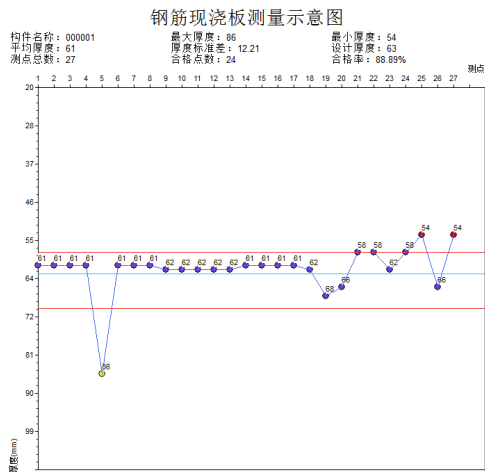

图4.12
(1) 普通测试：当用户查看普通测试构件时，会显示如图4.12所示的界面。其中Y坐标表示保护层的厚度，X坐标表示测点数，每个圆点都表示一根钢筋，蓝色的圆点表示在允许上下偏差范围之内，红色的圆点表示低于允许下偏差，黄色的圆点表示高于允许上偏差。